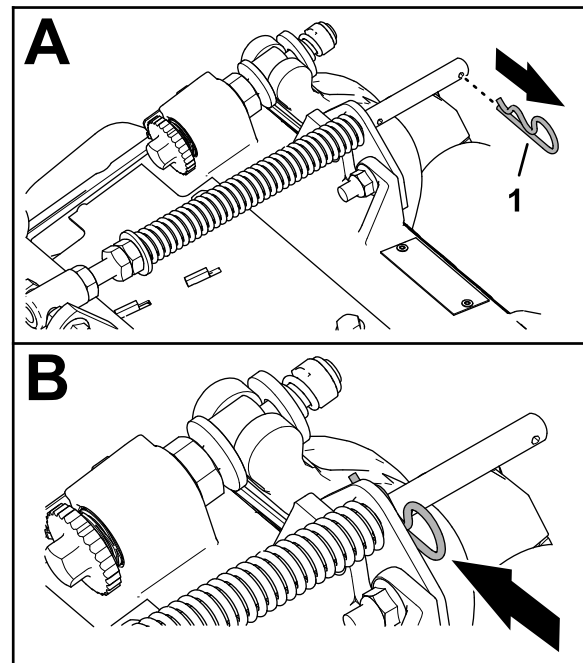

Bild 16
- Wenn der Splint im hinteren Loch der Kompensierungsfederstange installiert ist, entfernen Sie den Splint und setzen Sie ihn in das Loch neben der Halterung ein (Bild 16).